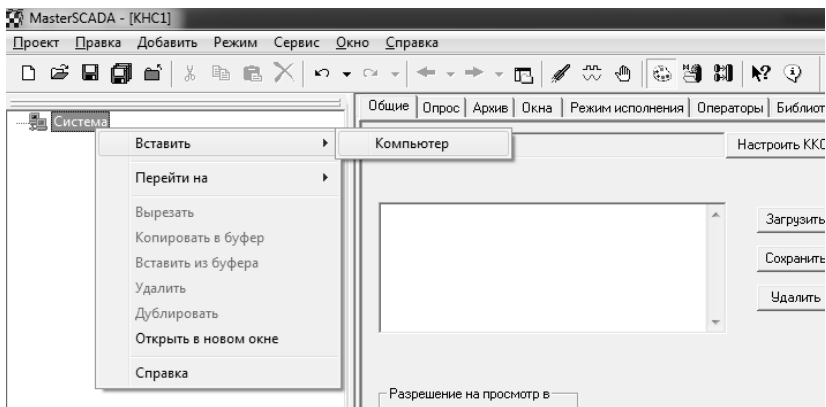

Рис. 2.15. Добавление компьютера в систему
2. Осуществим настройку дерева системы. Кликнув правой кнопкой мыши на надписи «Система», вызываем контекстное меню и добавляем компьютер в систему (рис. 2.15).